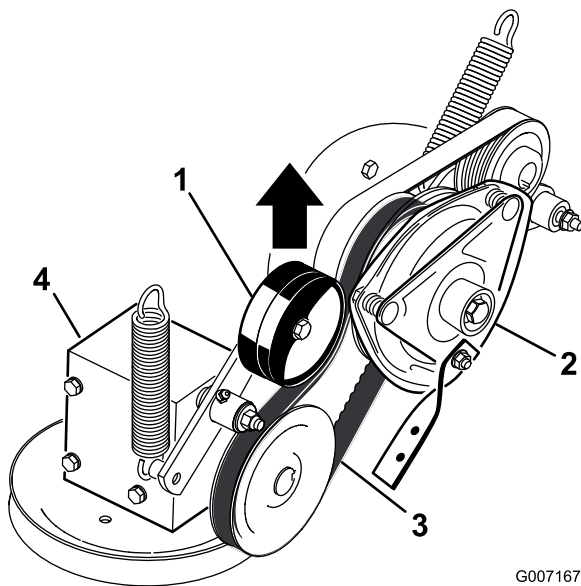

Figura 57
5. Sollevate la puleggia tendicinghia a molla della cinghia di trasmissione della PDF e rimuovete la cinghia dalla puleggia della frizione (Figura 57).
17. Sollevate la puleggia tendicinghia a molla della cinghia di trasmissione della PDF e installatela sulla puleggia della frizione (Figura 57).